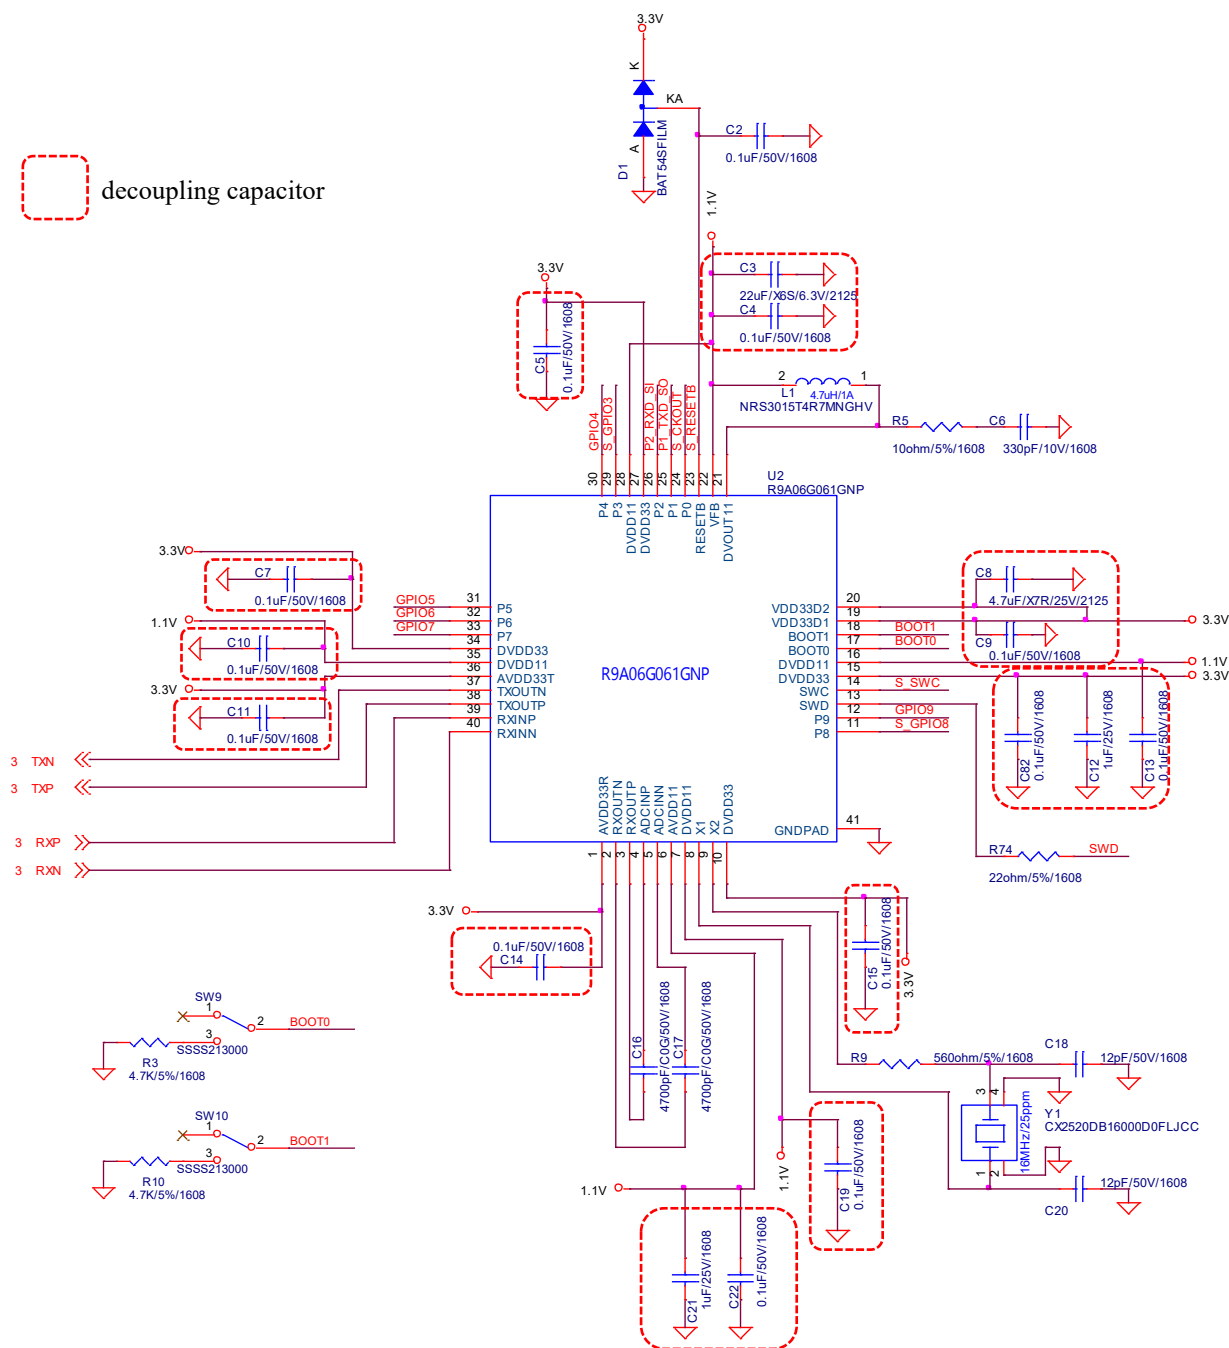

Figure 2-1 R9A06G061 周辺回路
- ・ R9A06G061(CPX4)のデカップリング容量は、Figure 2-1 に示すように各電源端子に付加し、電源端子の近傍に配置して下さい。特に AVDD33R(1pin)、AVDD33T(36pin)は送信、受信特性に影響しますので、留意して下さい。